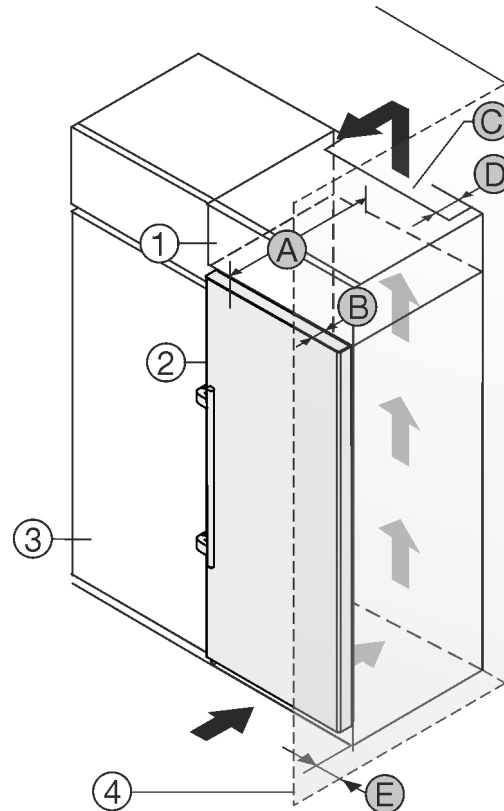

Fig. 1
Zariadenie môžete inštalovať priamo vedľa kuchynskej skrine Fig. 1 (3).
Na zadnej strane nadstavnej skrine musí byť vetracia šachta s hĺbkou Fig. 1 (D) cez celú šírku nadstavnej skrine.
Pod stropom miestnosti sa musí dodržať prierez vetracieho otvoru Fig. 1 (C).
Ak zariadenie nainštalujete so závesmi vedľa steny Fig. 1 (4), tak vzďialenosť medzi zariadením a stenou musí byť minimálne 57 mm. To zodpovedá presahu držadla pri otvorených dverách.
Aby ste mohli dvere úplne otvoriť, zariadenie musí vyčnievať o hĺbku dverí Fig. 1 (B) prednej časti kuchynskej skrine. V závislosti od hĺbky kuchynských skriň Fig. 1 (3) a použitia dištančných držiakov na stenu môže zariadenie prečnievať ešte viac.